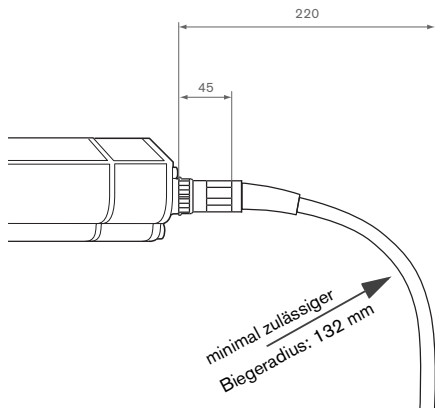

Abb. 14: Mindestbiegeradius der Anschlussleitung Schraubspindel
- ▶ Halten Sie den Mindestbiegeradius von 132 mm (siehe Abb. 14) für Anschlussleitungen für Schraubspindeln ein.